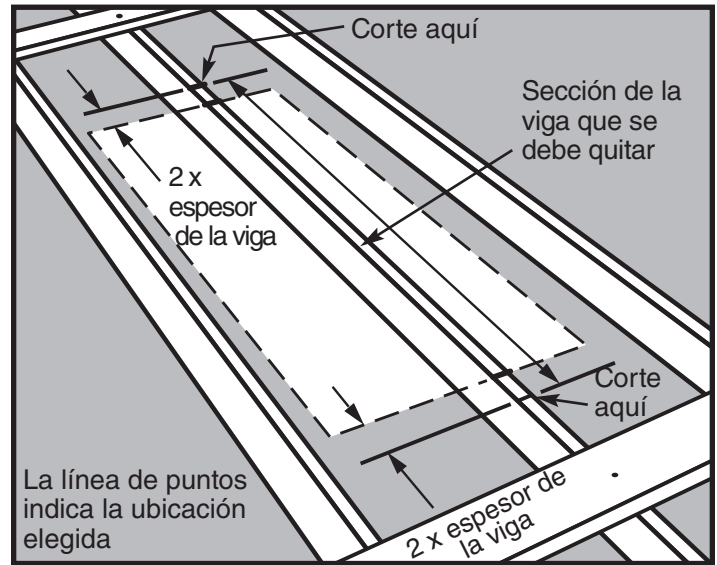
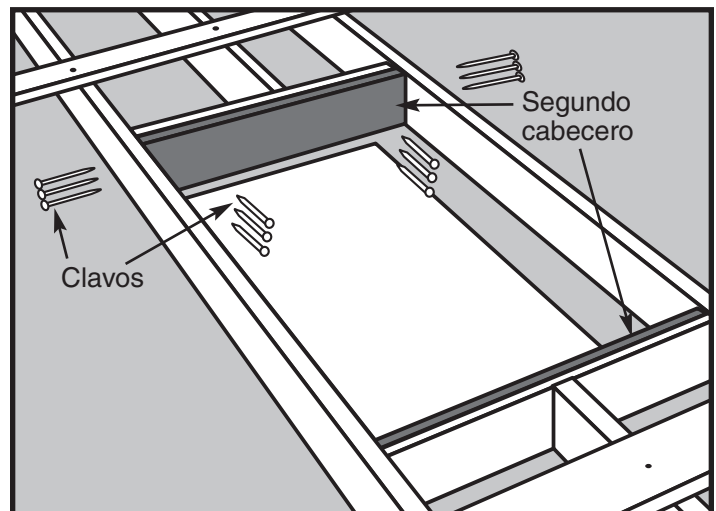

Figura 10
Figura 16
PASO 4. Determine dónde se debe(n) cortar la(s) viga(s). La Figura 10 muestra dónde marcar la(s) viga(s) que atraviesan la ubicación elegida. Tenga en cuenta que la(s) viga(s) debe(n) marcarse por fuera de la ubicación elegida, a una distancia del borde de la misma que sea igual el doble del espesor de las vigas (generalmente 76.2 mm / 3 pulgadas). Esto deja espacio para colocar dos cabeceros del tamaño de las vigas contra cada extremo de la(s) viga(s) cortada(s) (vea la Figura 16 de la página 39).
- PASO 6.** Coloque un segundo cabecero contra el primero, y únalo al primero con tres (3) clavos 16d en cada espacio entre vigas (vea la Figura 16).
- PASO 7.** Inserte tres (3) clavos 16d en cada extremo del segundo cabecero, a través de las vigas (vea la Figura 16).